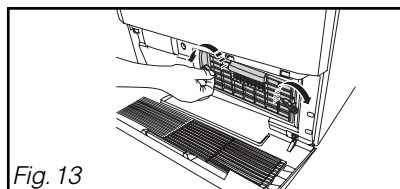

Fig. 13
- Déverrouillez le condenseur (Fig. 13).